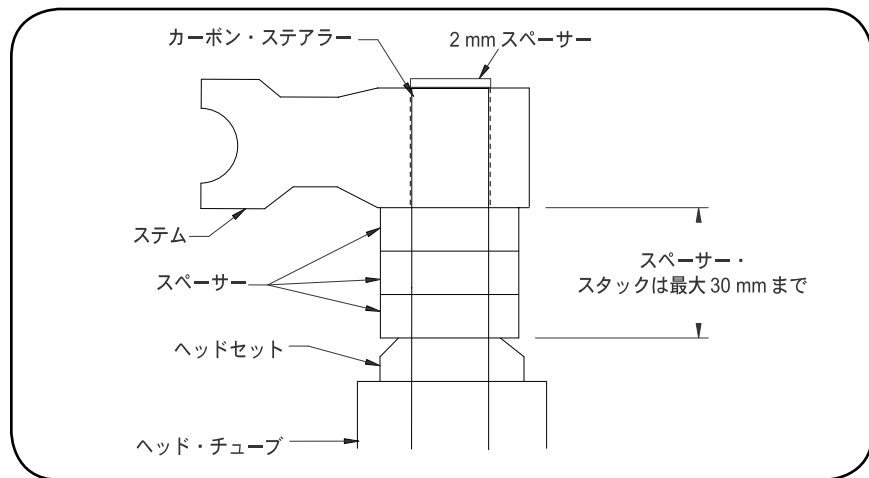

図. 1
2. ヘッドセットを正しく調節出来るよう、2 mm スペースをステムの上に取り付けます。なお、スペースを取り付ける際には、積み重ねた高さが 30 mm を越えないようにします (図 1 参照)。